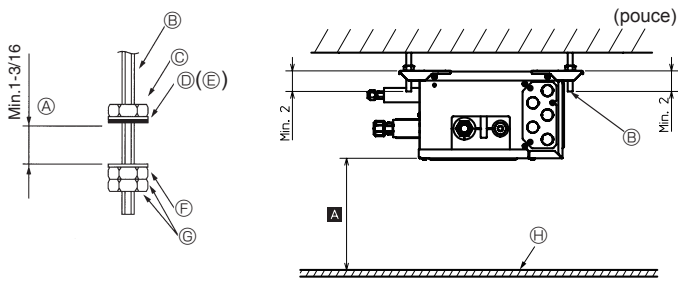

Fig. 6-1
- (2) Fixez les rondelles (①, ②) et les écrous (à acheter localement) sur les boulons de suspension. (Fig. 6-1)
- (3) Accrochez l'appareil sur les boulons de suspension.
- (4) Serrez correctement les écrous (vérifier la hauteur de plafond).
- (5) Utilisez un niveau pour ajuster le boîtier de dérivation à l'horizontale.
- Ⓓ Rondelle (avec amortisseur) ①
- Ⓔ Rondelle (sans amortisseur) ②